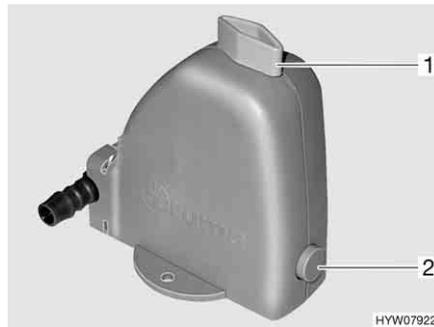

Bild 177 Sicherheits-/Ablassventil des Boilers
Der Boiler ist mit einem Sicherheits-/Ablassventil (Bild 177) ausgestattet. Das Sicherheits-/Ablassventil verhindert, dass das Wasser im Boiler einfriert, wenn bei Frost die Heizung nicht eingeschaltet ist.
- Sicherheits-/Ablassventil schließen. Dazu den Drehknopf (Bild 177,1) quer zum Sicherheits-/Ablassventil drehen und den Druckknopf (Bild 177,2) hineindrücken.
- Sicherheits-/Ablassventil öffnen. Dazu den Drehknopf (Bild 177,1) längs zum Sicherheits-/Ablassventil drehen. Der Druckknopf (Bild 177,2) springt heraus. Der Boiler wird über das Sicherheits-/Ablassventil nach außen entleert.